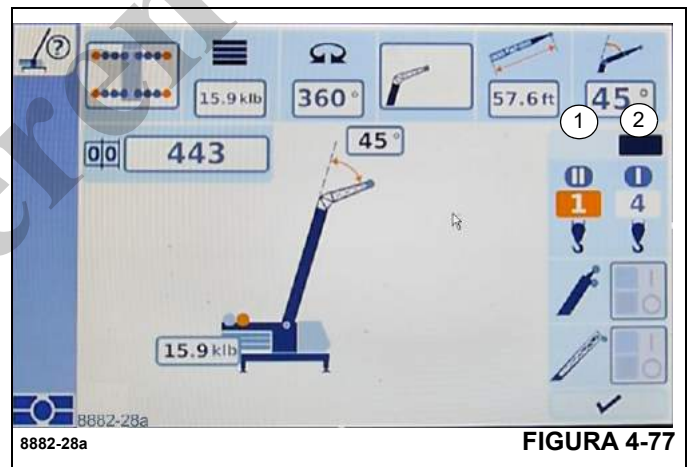

FIGURA 4-77
La carga debe elevarse con el malacate auxiliar, por ejemplo. Sin embargo, el indicador de malacate (2), (Figura 4-77), para el malacate principal está activado y el indicador (1), (Figura 4-77), para el malacate auxiliar está desactivado.